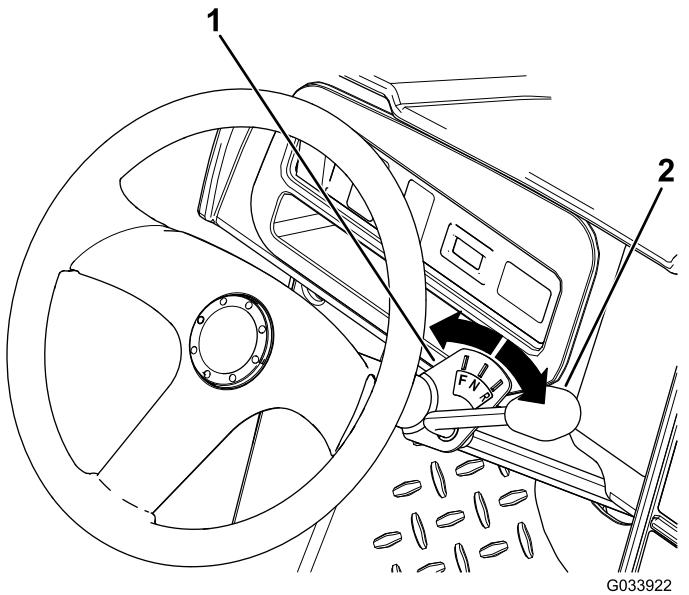

Рисунок 7
У рычага переключения передач есть три положения по индикатору переключения передач: ПЕРЕДНИЙ ход (F), Задний ход (R) и НЕЙТРАЛЬ (N) (Рисунок 7).
Из НЕЙТРАЛЬНОГО (N) положения рычаг переключения передач можно переместить влево в положение ПЕРЕДНЕГО хода (F) или вправо в положение заднего хода (R) (Рисунок 7).